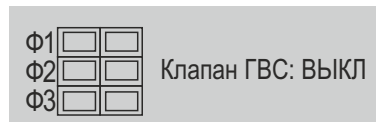

Рисунок 8
- 5.12.4 Пример окна состояния приведен на рис. 8.